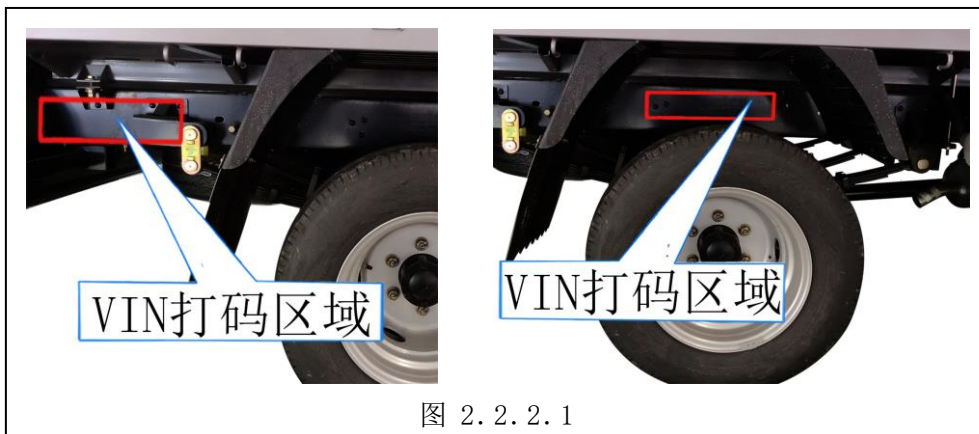

图 2.2.2.1
1) 部分车型 VIN 代号打刻在车架右纵梁的后部（如图 2.2.2.1）；
2) 部分车型 VIN 代号打刻在车架右纵梁的前部 (如图 2.2.2.2)